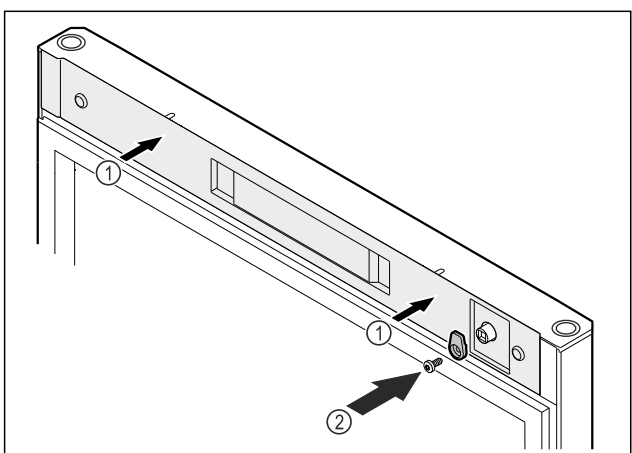

Fig. 54
- ▶ Sæt afdækningerne på Fig. 54 (1).
- ▶ Skru lukkekrogen på Fig. 54 (2).